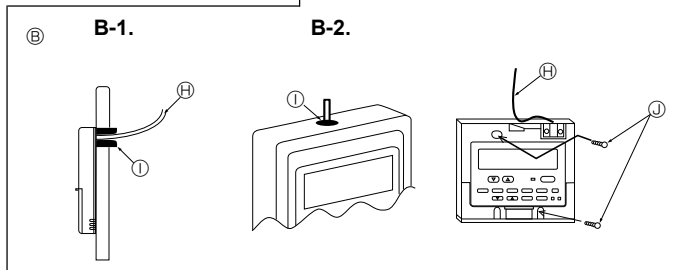

Fig. 6-3
(2) Vede a entrada de serviço do fio do controlo remoto com betume para evitar a invasão possível de gotas de condensação, água, baratas e vermes. (Fig. 6-3)
[Fig.6-3]